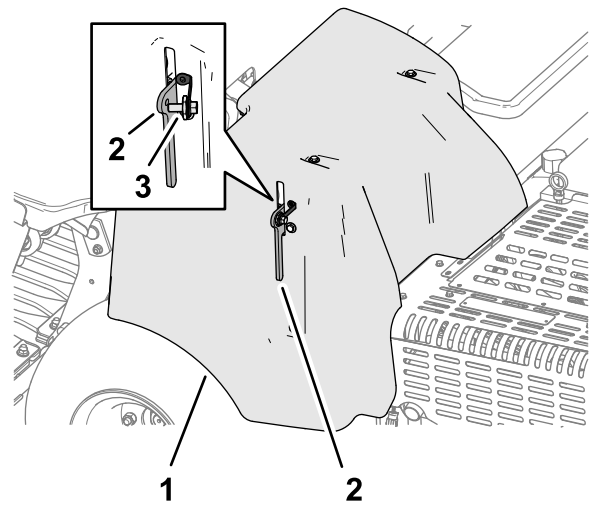

图 147
4. 如果您的机器安装有符合欧盟 (CE) 标准的皮带罩门锁系索应将系索螺栓拧入皮带罩门锁中的孔并拧紧螺栓图 147。